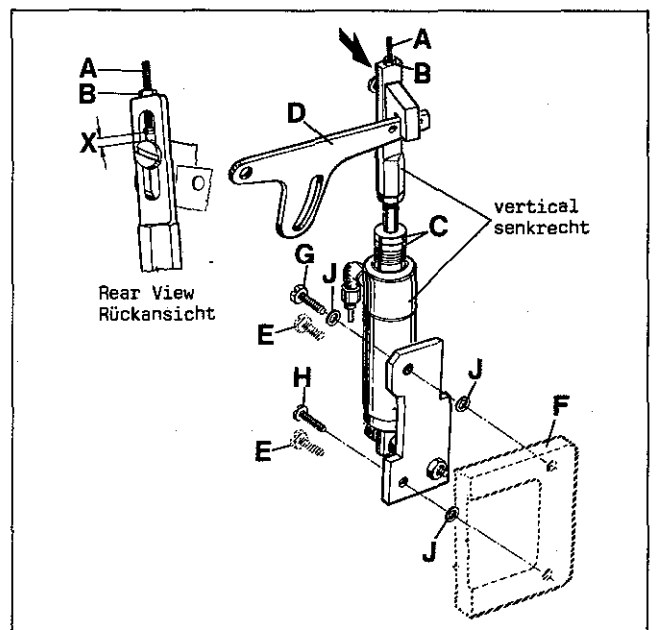

Fig. 46
Assemble the pneumatic presser foot lifter, supplied with the sewing table, to the sewing machine (see Fig. 46). For this remove two hex. head screws (E) from the support bracket (F) for the thread trimmer drive. Mount the presser foot lifter with the two screws (G and H, Fig. 46) and three washers (J) so that the air cylinder with strap is vertical (standard setting). Complete the tube connections, see Fig.3
Bauen Sie den mit dem Nähstisch gelieferten pneumatischen Drückfußlifter an die Nähmaschine (siehe Fig. 46). Dazu müssen zwei Sechskantschrauben (E) aus dem Lagerbock (F) für den Fadenabschneider-Antrieb entfernt werden.
Montieren Sie den Drückfußlifter mit den zwei Schrauben (G und H, Fig. 46) und den drei Scheiben (J) so, daß der Luftzylinder mit Lasche senkrecht steht (Standard-einstellung). Stellen Sie die Schlauchverbindungen her, siehe Fig. 3.
With adjusting screw (A, Fig. 46) the presser foot lifting can be changed. Loosen lock nut (B) and turn adjusting screw (A) down to increase the presser foot lifting or up to decrease it. Retighten lock nut (B).
The end play (X, Fig. 46) of presser foot lifter lever (D) should be at least 1 mm (3/64 in.) before the presser foot starts lifting.
Mit der Einstellschraube (A, Fig. 46) kann das Anheben des Drückerfußes verändert werden. Lösen Sie die Feststellmutter (B) und drehen Sie die Einstellschraube (A) nach unten um das Anheben des Drückerfußes zu vergrößern oder nach oben, um es zu verkleinern. Ziehen Sie die Feststellmutter (B) wieder an. Der Ausbau eines oder beider Anschlagringe (C) ist erforderlich, wenn der Drückerfuß mehr als 2 mm angehoben wird. Das Spiel (X, Fig. 46) des Drückerfußlifterhebels (D) muß mindestens 1 mm betragen bevor der Drückerfuß anzuheben beginnt.